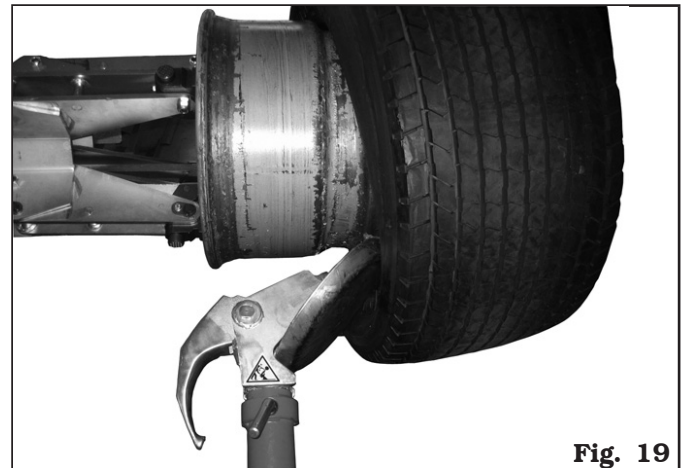

Fig. 19
- A. Si la roue ne présente pas de difficultés particulières en continuant l'opération de décollage des talons, il est possible de faire sortir complètement les talons de la jante. Le talon interne, poussé par le disque, appuie sur le talon externe jusqu'à obtenir le démontage complet (voir **Figure 19**).